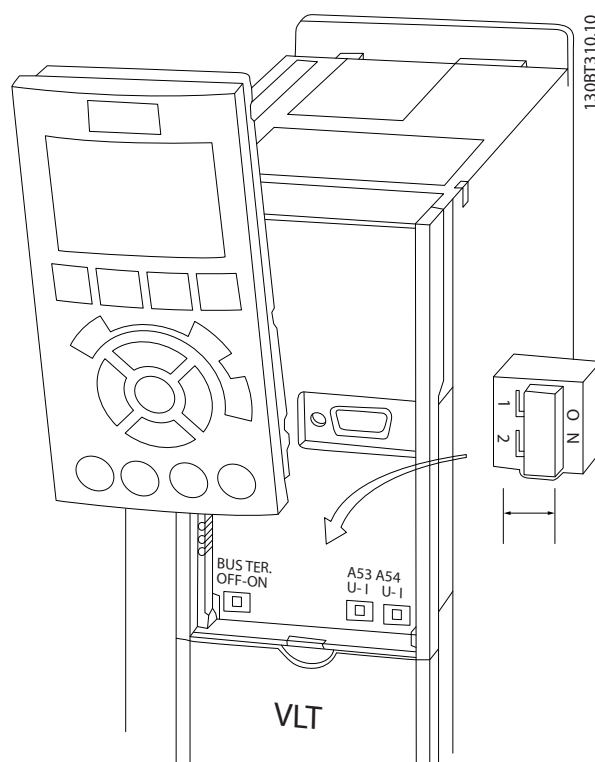

Bild 2.14 Placering av switcharna för plintarna 53 och 54 och busstermineringsswitch
- Switcharna är tillgängliga när LCP har tagits bort (se *Bild 2.14*). Observera att vissa tillvalskort som är tillgängliga för enheten kan täcka över dessa brytare och måste tas bort vid brytarinställningar. Koppla alltid bort ström till enheten innan tillvalskortet tas bort.